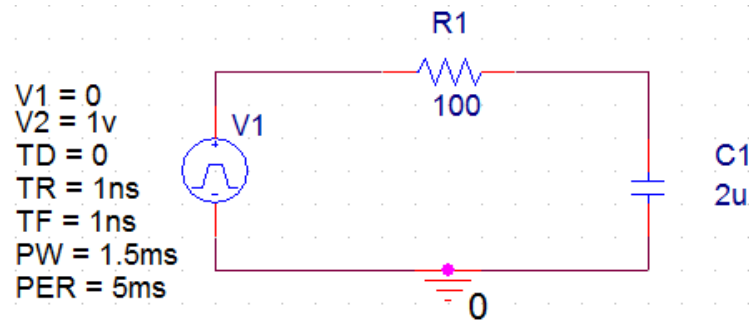

Рисунок 4.15 – Схема послідовного з'єднання резистора і конденсатора з генератором імпульсної напруги *VPULSE*
17. Завантажте на екран схему послідовного з'єднання резистора і конденсатора і замініть джерело напруги *VSIN* на генератор імпульсної напруги типу *VPULSE* з бібліотеки *source.olb* (рис. 4.15). Збережіть змінену схему в теці *D:\RT16\Lab04* під ім'ям *Prizvushe_RC_puls.sch*.